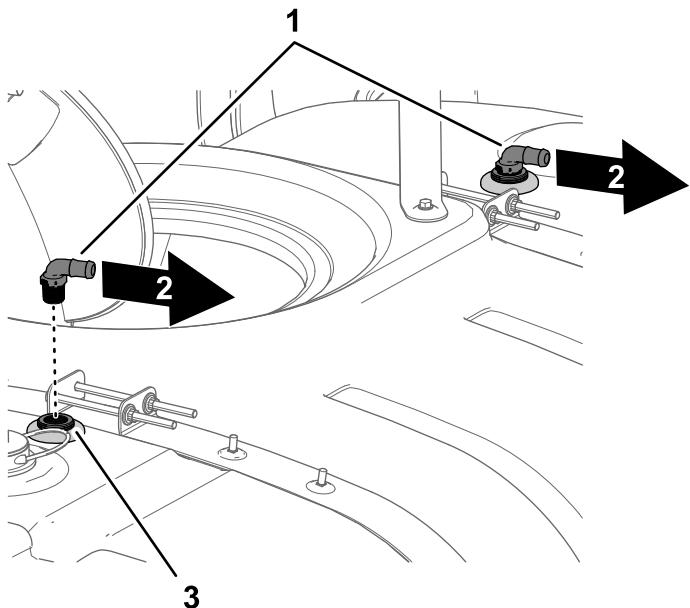

Bild 23
- Befestigen Sie das 90°-Anschlussstück in den Schottanschlussstücken der Spüldüsen (Bild 23).
6. Fluchten Sie die Schlauchzahnung der 90°-Anschlussstücke zur rechten Seite der Maschine aus (Bild 23).